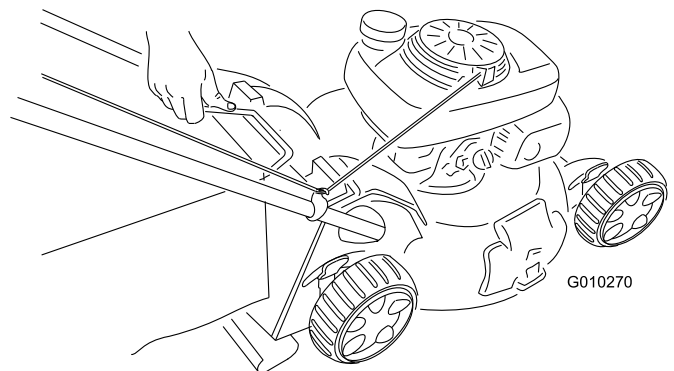

Figura 31
2. Retire el asa de la bolsa de recogida de las ranuras de la parte superior de la máquina y retire la bolsa de la máquina (Figura 31).